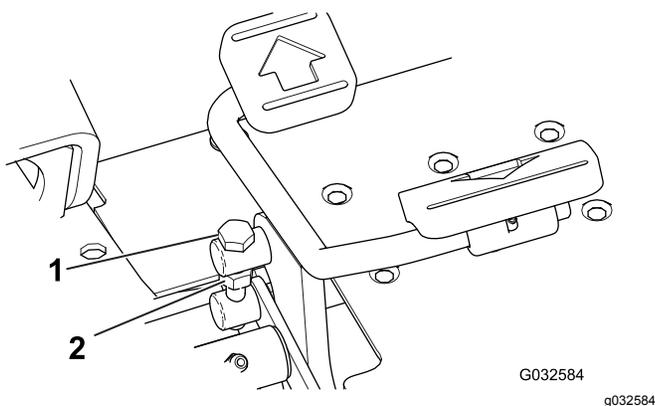

Рисунок 44
1. Ослабьте контргайку на болте цапфы в боковой части педали тяги (Рисунок 44).